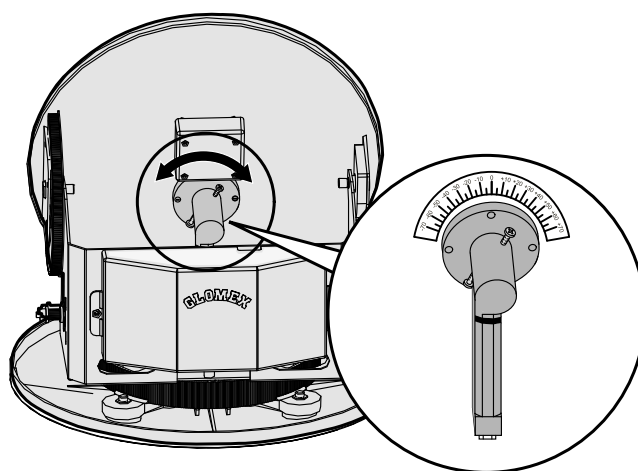

Fig. 19
- desserrer les 2 vis pour le fixage du LNB au disque (voir **Fig. 19**) et déplacer manuellement le disque, en utilisant le paramètre de la qualité du signal du récepteur numérique utilisé comme référence pour un calibrage correct (se référer au manuel du récepteur). Il n'est pas nécessaire de modifier le calibrage si le bateau reste dans la même zone et reçoit la transmission du même satellite.